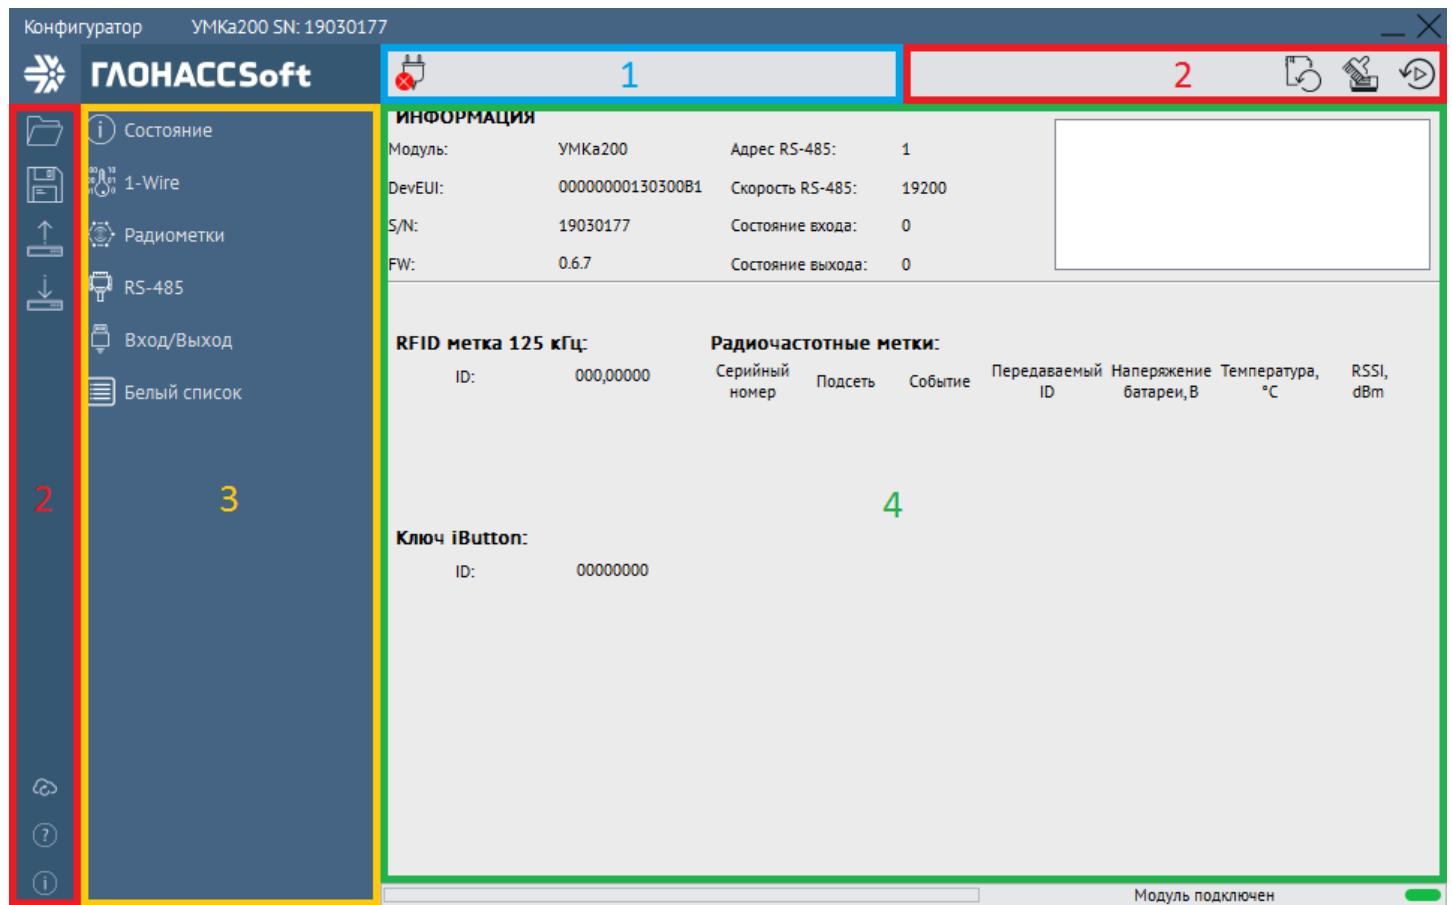
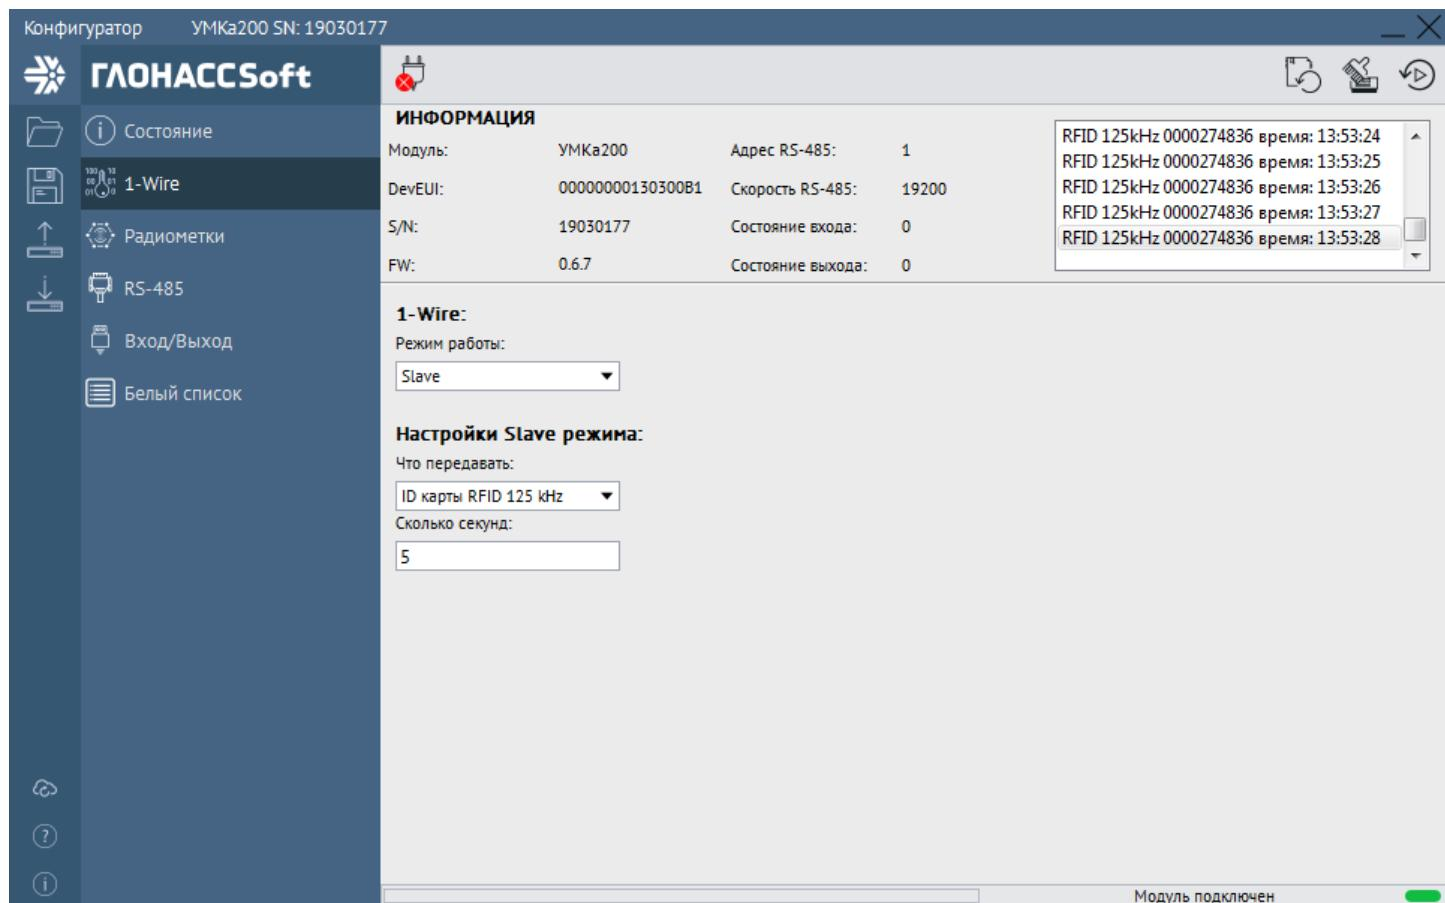

Рисунок 4.8 Стартовое окно «Состояние»
Рисунок 4.11 Вкладка «1-Wire»
Для запуска приложения, перейдите в «Пуск» → «Все программы» → «Конфигуратор УМКа2XX». Откроется стартовое окно конфигуратора (Рисунок 4.8 ), которое условно можно разделить на четыре зоны: Панель статуса (1), панели инструментов (2), дерево настроек (3) и окно отображения информации (4).
Для просмотра и редактирования настроек устройства воспользуйтесь вкладками настроек (Рисунок 4.8 ). При нажатии на вкладку в окне отображения информации можно посмотреть соответствующие значения и настройки с возможностью их редактирования.
В поле параметров «информация» (Рисунок 4.8 ) содержатся следующие параметры:
На вкладке «Состояние» (Рисунок 4.8 ) отображается общая информация об обнаруженных метках.
На вкладке «1-Wire» (Рисунок 4.8 Рисунок 4.11) можно настроить режим работы интерфейса 1-Wire.